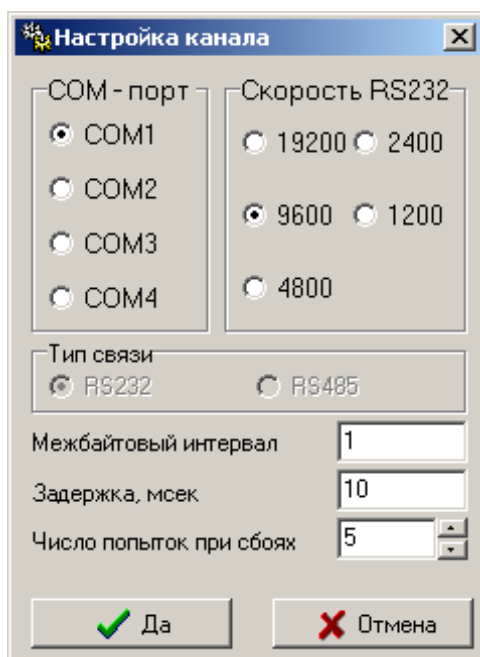

Рис. 6. Вид окна «Настройка канала».
- 2.4.1.5. Параметры связи ПК с КПИ задают в окне **Настройка канала** (рис.6), раскрывающегося после активизации кнопки **Параметры**, расположенной под таблицей **Состав комплекса**.
- 2.4.1.7. Параметры связи поверяемого прибора, в случае его подключения к КПИ или ПК по RS-интерфейсу, задаются в окне **Настройка канала** (рис.6). Окно раскрывается после активизации кнопки **Параметры**, расположенной в области **Поверяемый прибор**.